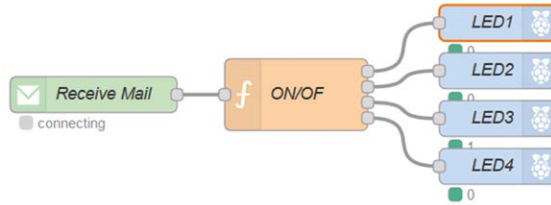

Figure 5.37 Programme de flux du projet
Programme de flux Node-RED : La figure 5.37 montre le programme de flux. Dans ce programme, 6 nœuds sont utilisés **envoyer par courriel**. Le nœud pour vérifier et recevoir l'e-mail à intervalles réguliers, un **fonctionnœud** avec 4 sorties pour décoder les commandes de l'utilisateur et 4 rpi gpio out **nœuds pour contrôler les 4 LED**.
- Rejoindre les nœuds comme indiqué dans la figure 5.37 et cliquer **Déployer**. Pour tester le programme, connectez le matériel comme dans la figure 5.36 et envoyez un email par exemple avec le contenu de **ON=2**. LED2 doit être activé. Envoyer un courriel avec **DE = 2** et cette fois, LED2 doit être désactivé